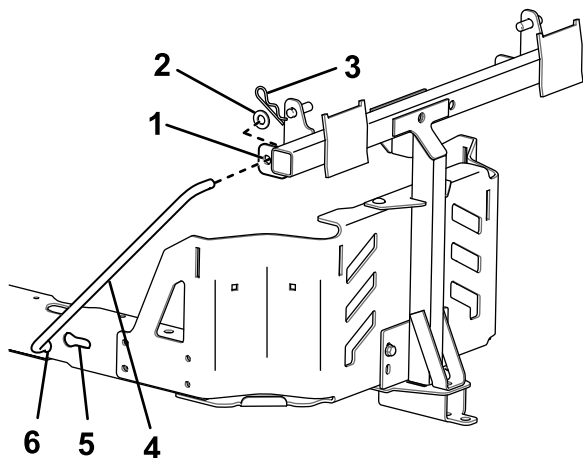

Figura 10
6. Instale el extremo doblado abocinado de una varilla en la ranura con forma de bocallave en el lado izquierdo del bastidor de la máquina y mueva la varilla hacia atrás para que se apoye en el bastidor (Figura 10).
7. Introduzca los extremos doblados de las varillas en el montaje de accesorios, según se muestra en Figura 10, y sujete el extremo de cada varilla con una arandela y una chaveta.